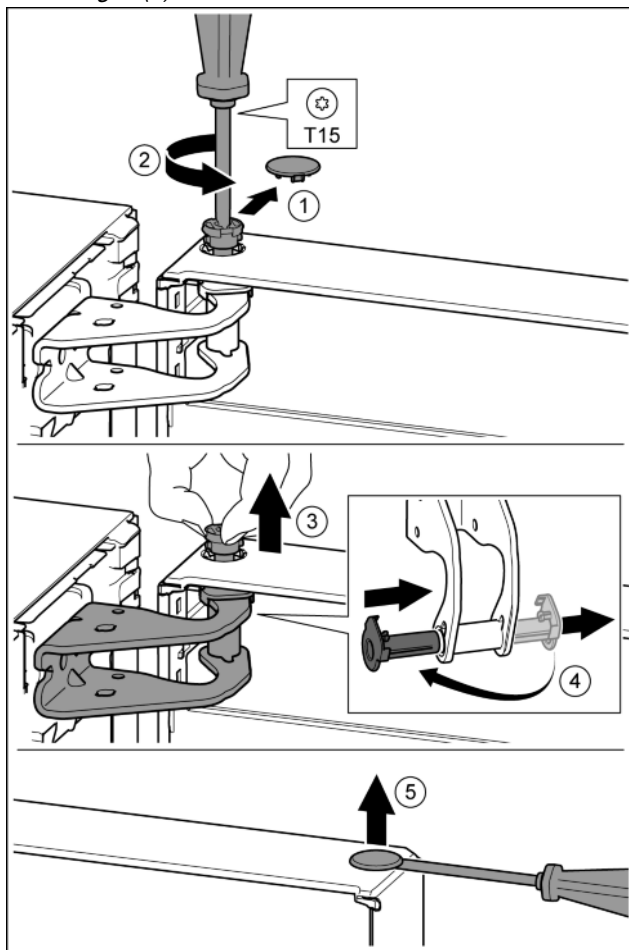

Fig. 8
- ▶ Oprezno skinite sigurnosni pokrov. Fig. 8 (1)
- ▶ Odvijačem T15 malo odvijte svornjak. Fig. 8 (2)
- ▶ Čvrsto držite vrata i prstima izvucite svornjak. Fig. 8 (3)
- ▶ Izvucite čahuru ležaja iz vodilice. Umetnite s druge strane i pustite da uskoči. Fig. 8 (4)
- ▶ Odvijačem s ravnom glavom oprezno podignite čep iz čahure ležaja vrata i izvucite ga. Fig. 8 (5)